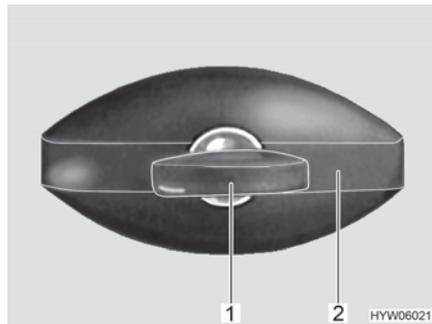

Fig. 35 Cerradura de la trampilla (de forma elíptica, cerrada)
- Introducir la llave en el cilindro de cierre (Fig. 35,1) y girarla un cuarto de vuelta en sentido contrario a las agujas del reloj. El asidero de la cerradura (Fig. 35,2) se abre de golpe.